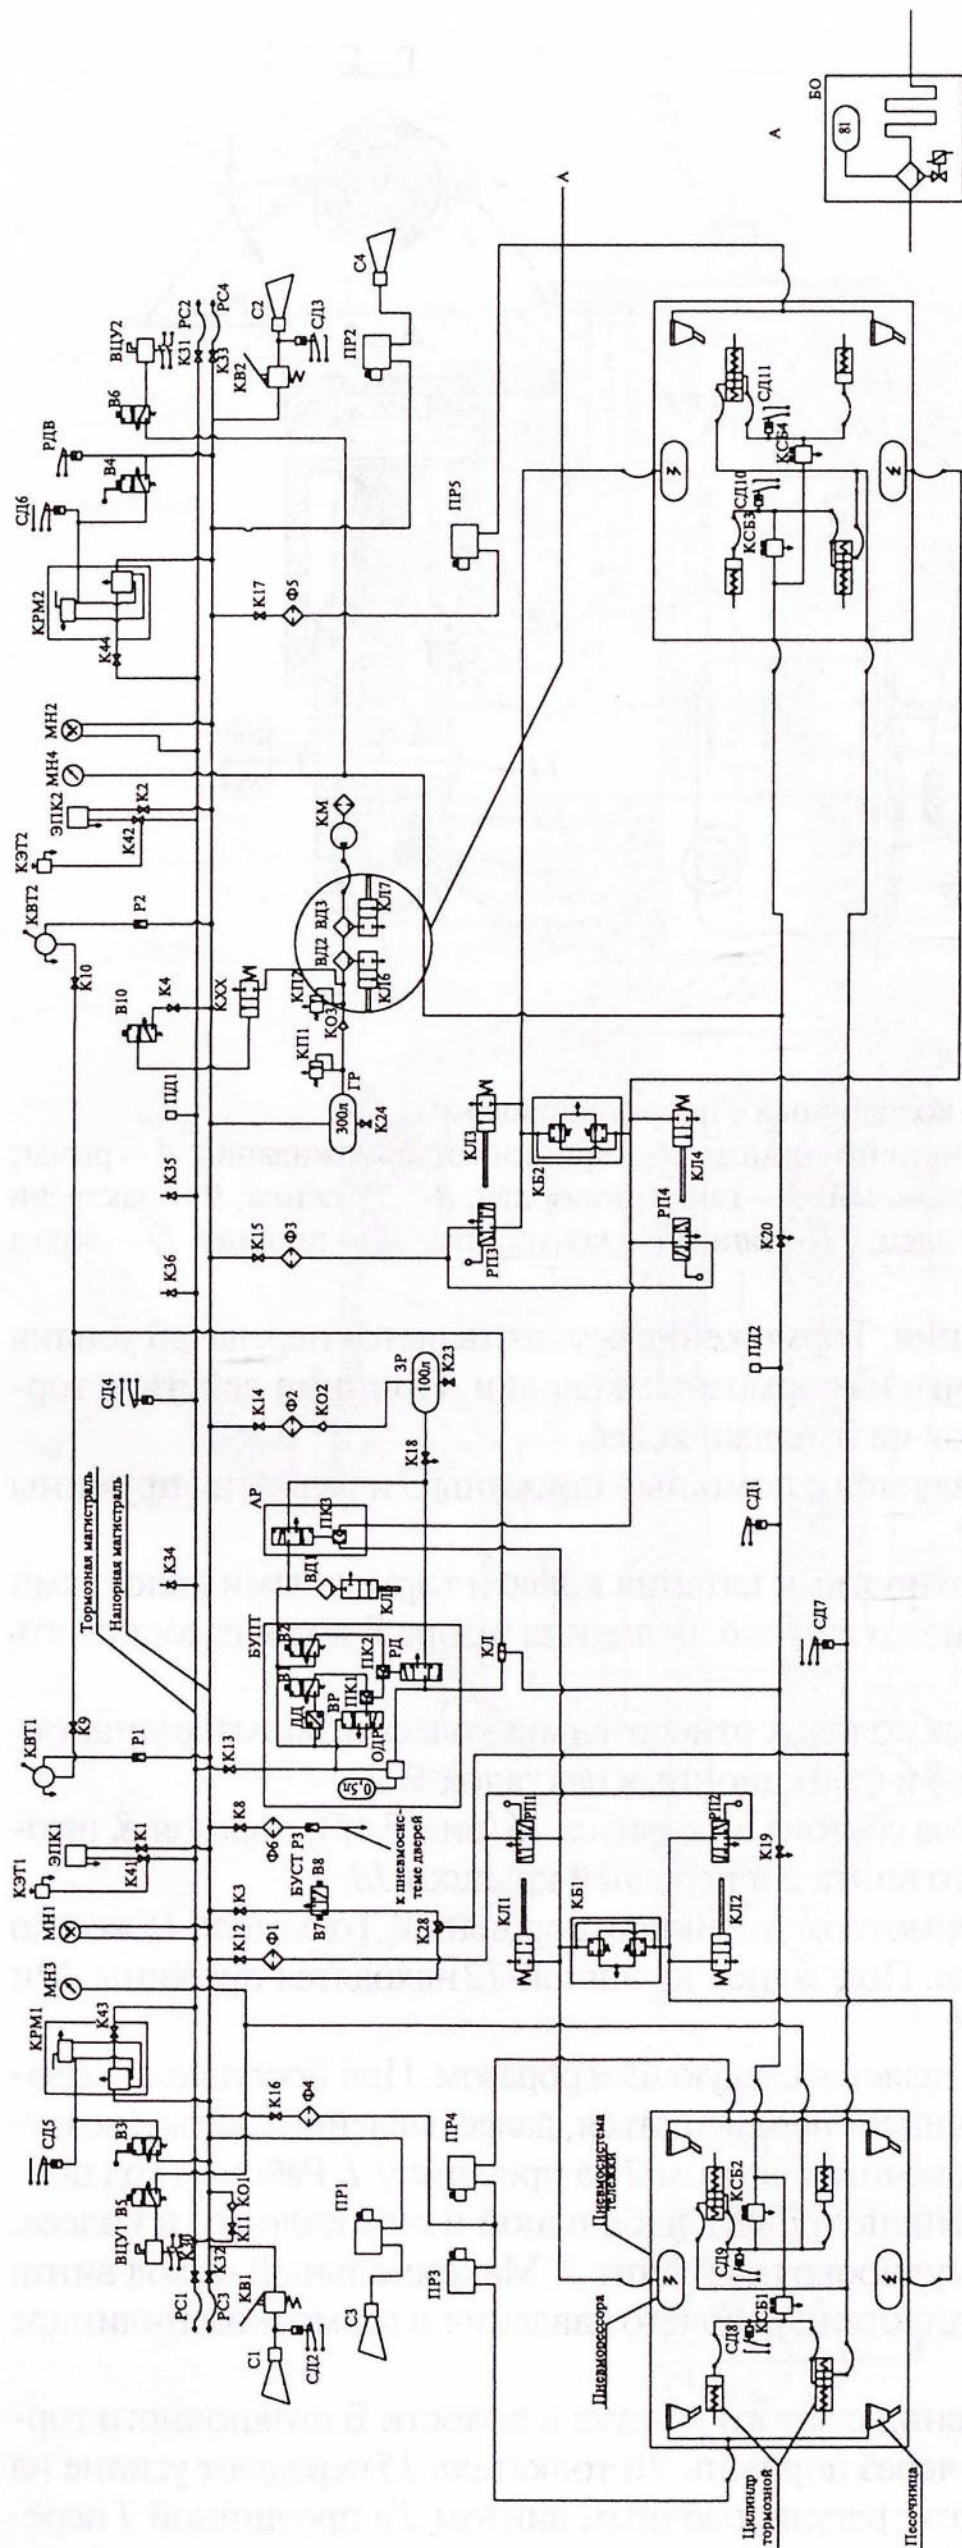

Рис. 3.13. Схема пневматической системы:
Для питания системы воздухом на двигателе установлен компрессор КМ (рис. 3.13). При работе компрессора, сжатый воздух проходя через влагомаслоотделители ВД2, ВД3 (или блок очистки и осушки сжатого воздуха БО № 660) поступает в резервуар ГР, создавая в нем запас воздуха. В трубопроводе подвода воздуха к резервуару установлены предохранительные клапаны КП, которые открываются при давлении воздуха $1 \pm 0,01$ ($10 \pm 0,1$) МПа. Давление в напорной магистрали поддерживается в пределах 0,65...0,8 (6,5...8,0) МПа, а в тормозной магистрали, в зависимости от положения ручки тормозного крана, от нуля до 0,51 (5,1) МПа. Давление в магистралях контролируется манометрами МН1 и МН2, расположенными в кабинах машиниста. Красная стрелка показывает давление в тормозной магистрали, а черная — в напорной. Давление в тормозных цилиндрах контролируется манометрами МН3, МН4.
Пневмопривод остановочных тормозов состоит из тормозной управляющей магистрали, кранов машиниста КРМ1 и КРМ2, блока управления пневматическим тормозом (БУПТ), авторежима АР, резервуара ЗР, тормозных цилиндров (см. рис. 3.13).
- И в том и в другом случае подается сигнал на электромагнитный вентиль В1, который открывает кран от авторежима через делитель давления, уменьшающий давление в 2,2 раза, к переключательным клапанам ПК1 и ПК2 и реле давления РД. Реле давления открывает канал для поступления воздуха из резервуара ГР к рабочим тормозам. Рабочее давление в тормозных цилиндрах контролируется по однострелочным манометрам МН3 и МН4 (см. рис. 3.13).
- открытием стоп-кранов К36, К37 (см. рис. 3.13) в тамбурах салона.
Пневмопривод стояночных тормозов состоит из магистрали, связывающей напорную магистраль с тормозными магистралями стояночных тормозов. В магистрали стояночного тормоза в кабине А установлены кран управления КЗ (см. рис. 3.13) и блок управления стояночным тормозом БУСТ.